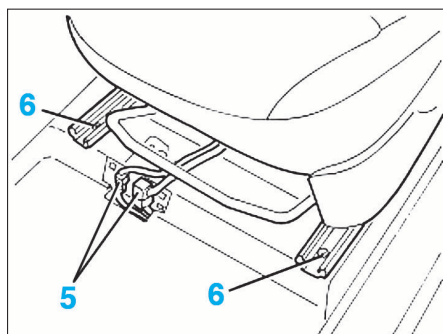

FIG. 11
- Dégager le cache des connecteurs électriques (5) et les débrancher (Fig.11).
- Déposer les fixations avant (6).